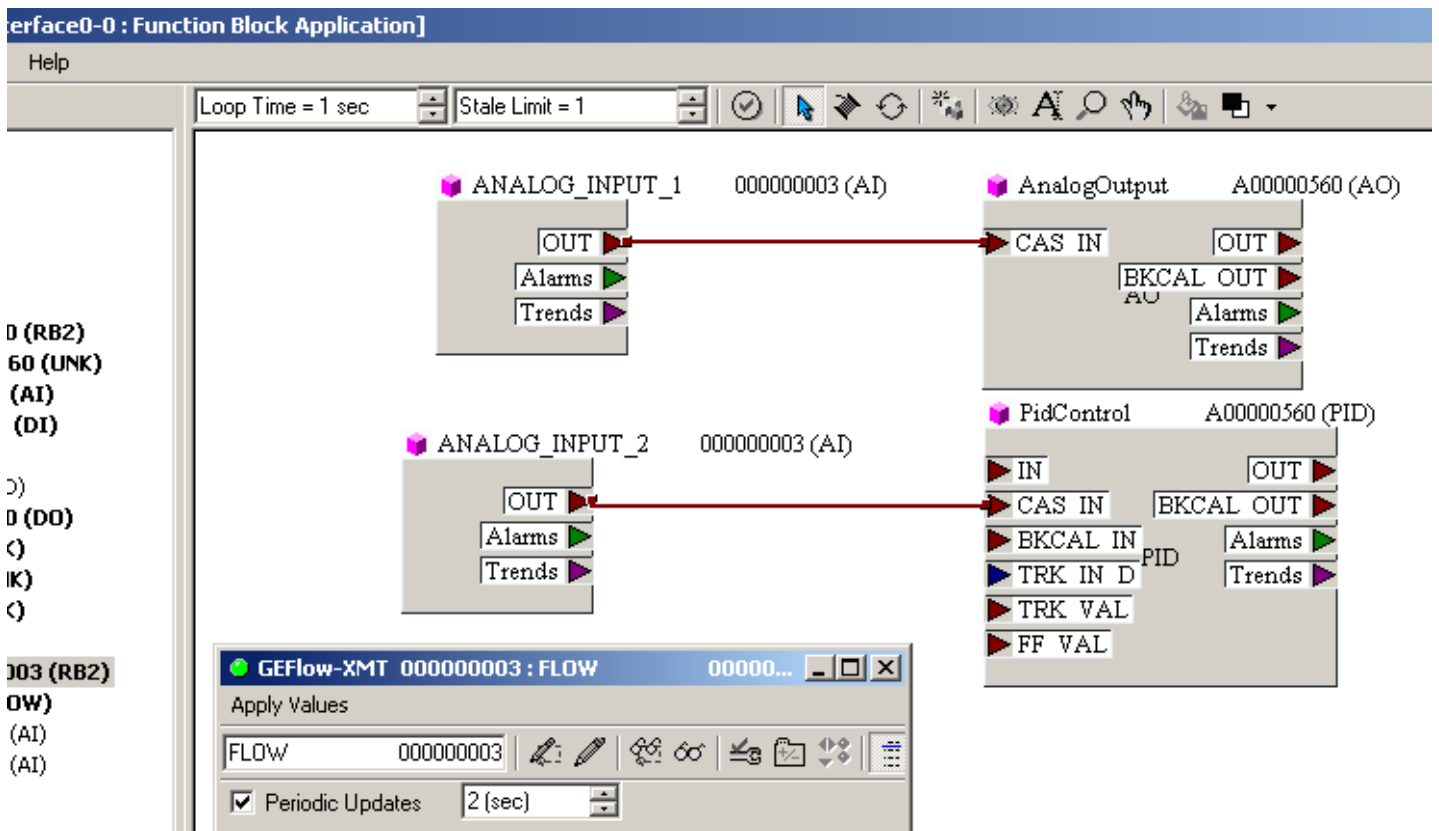

Рисунок 44: Приложение Function Block
На рис. 44 показан пример настройки с использованием редактора Function Block Application. Отображаются блоки аналоговых входов (AI) расходомера, а также аналоговый выход (АО) и PID другого устройства в сети. Мы подключили AI_1 OUT расходомера к CAS IN блока аналогового выхода (АО). Мы также подключили AI_2 OUT расходомера к CAS IN блока PID.